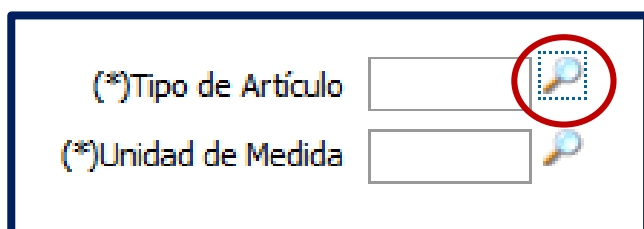
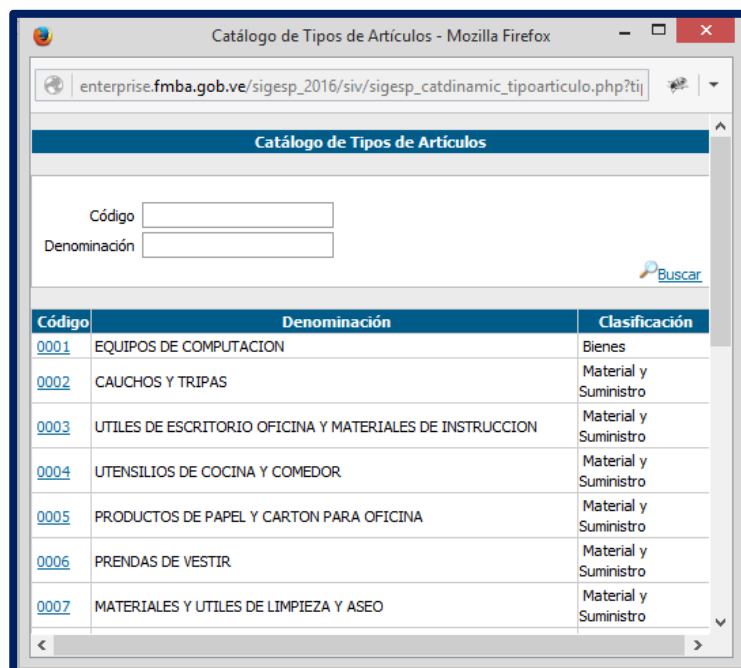

Imagen 43: Icono Lupa.
Imagen 44: Pantalla Catálogo de Tipos de Artículos.
6.- Colocar en el **Campo “Tipo de Artículo”** aquí se debe seleccionar el Tipo al cual pertenece el Artículo que se está creando, es importante resaltar que los **Tipos de Artículos** fueron cargados previamente en el **Paso 2**. Para asignar el Tipo de Artículo se le debe dar clic al **Icono “Lupa”** (imagen 43) el cual se encuentra resaltado en un círculo de color rojo, al darle clic se abrirá una nueva pantalla **“Catálogo de Tipos de Artículos”** (imagen 44) en donde se muestra un listado con todos los Tipos de Artículos registrados en el sistema.